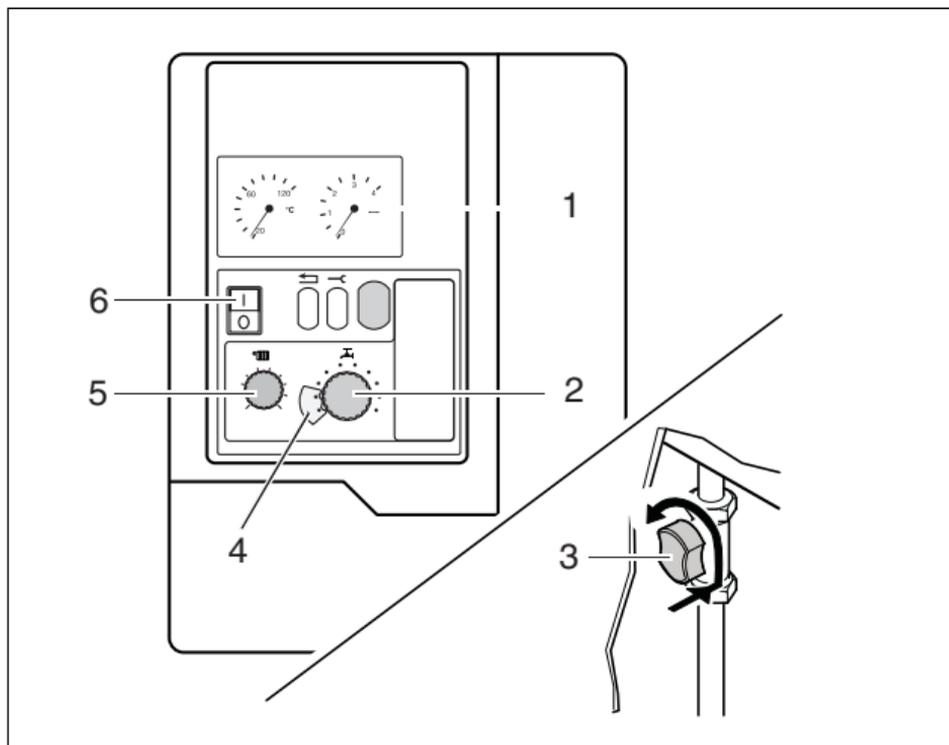

Fig. 1 Pannello di comando, manometro, rubinetto di intercettazione del gas, termometro
- Verificare la pressione dell'acqua (fig. 1, pos. 1).
- Tarare la temperatura di mandata al regolatore (fig. 1, pos. 5) secondo i dati riportati nella tabella 2.
- Per TATA SWEET con accumulatore esterno, tarare la temp. dell'acqua calda al regolatore, secondo i dati della tabella 3. Per risparmiare energia (nessun mantenimento AC) disporre il regolatore (fig. 1, pos. 2) sulla posizione "1" (partenza a freddo). Per questo, togliere il fermo (fig. 1, pos. 4) e reinserirlo dopo la taratura.
- Per TATA SWEET S/R con accumulatore esterno, tarare la temp. dell'acqua calda al regolatore (fig. 1, pos. 2) servendosi della tabella 3.
- Aprire il rubinetto del gas: premendolo, girarlo verso sinistra in posizione verticale (fig. 1, pos. 3).
- Mettere sulla posizione "I" l'interruttore di rete (fig. 1, pos. 6). L'apparecchio inizia il programma d'avviamento e dopo ca. 30 secondi si accende il bruciatore.